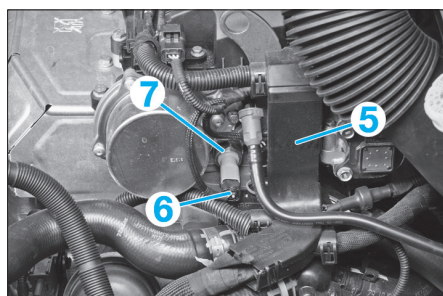

Fig. 38
- Ecarter vers le haut la gouttière du faisceau (5) (Fig.38).
- Débrancher le connecteur (6) du capteur de pression d'huile (7).
- Déposer le capteur de pression d'huile (7).